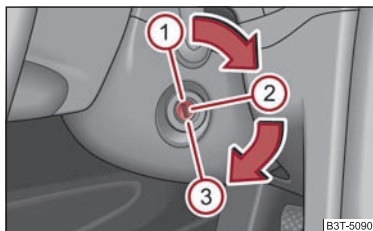

Fig. 126 Pozițiile cheii în contact
- Motorul se oprește prin rotirea cheii în contact în poziția ① ⇒ pagina 120, fig. 126.